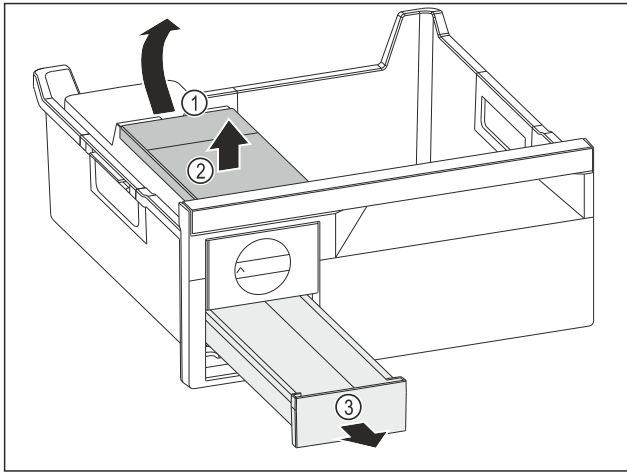

Fig. 144
- Su deposunu çıkarma: Su deposunu boşluktan Fig. 144 (1) tutarak yukarı kaldırın.
- Su deposunu Fig. 144 (2) yukarı doğru çıkartın.
- Buz küpü çekmesini Fig. 144 (3) öne doğru çıkartın.